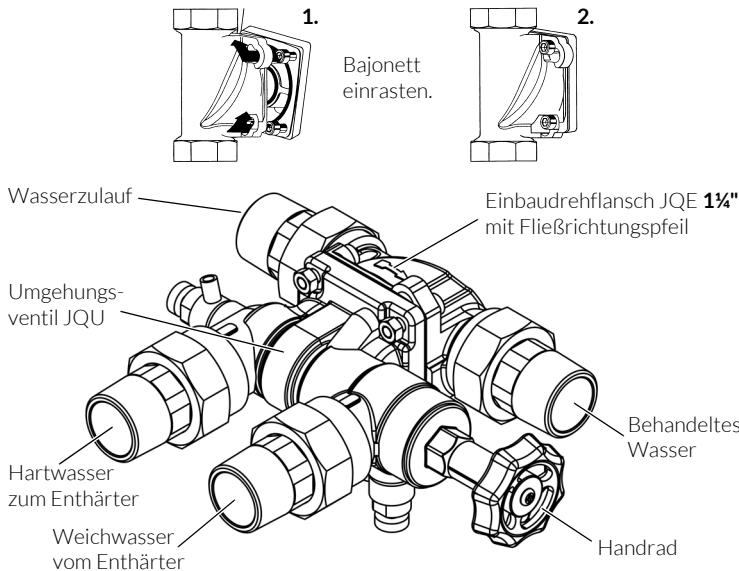

Abb. 4: Einbaudrehflansch und Umgehungsventil
- / Das Umgehungsventil mit dem Einbaudrehflansch durch Einrasten des Bajonetts verbinden (siehe Abb. 4). Dabei den Fließrichtungspfeil am Einbaudrehflansch beachten! Das Handrad des Umgehungsventils muss waagerecht und auf der dem Wasserzulauf abgewandten Seite stehen.